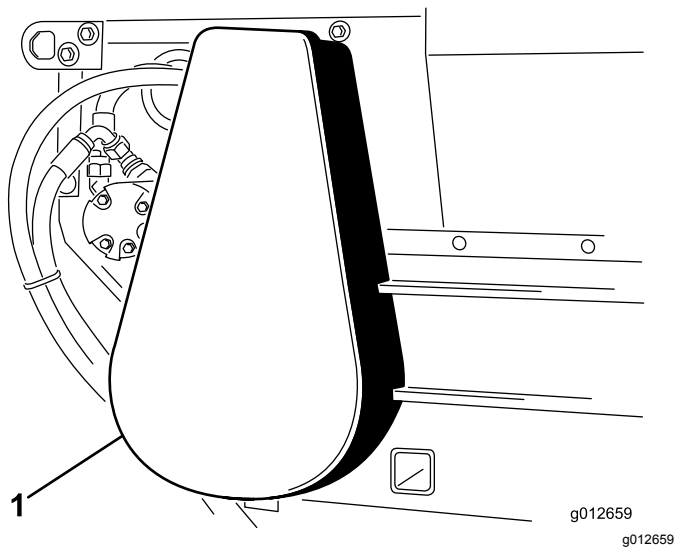

Bild 34
3. Setzen Sie die Kettenabdeckung auf (Bild 34).